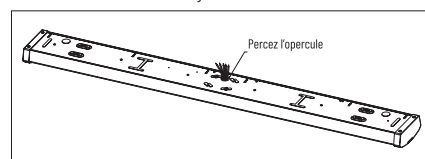

Figure 6
- a. À l'aide d'un tournevis, retirez l'un des opercules, puis faites passer les câbles à travers l'ouverture. (Figure 6)